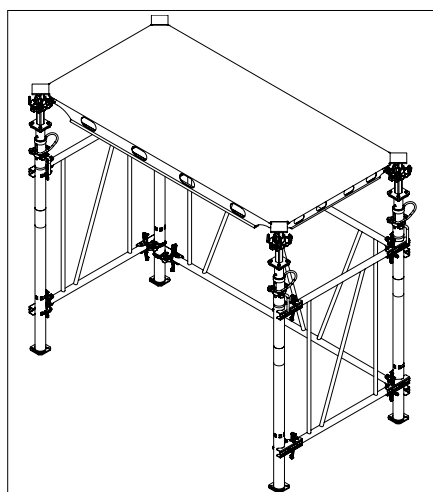

Fig. A5.05
9. Installare il rinforzo ADB 120 sul quarto puntello. (Fig. A5.05)